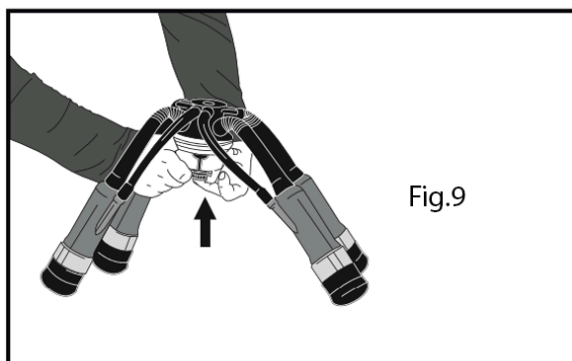

Fig.9
8.10 Apoi, conectați paharele cu mansoanele la tetinele de la uger pe rând (Fig. 9), dar nu faceți nicio mișcare de rotație, deoarece aceasta va scurta pulsația și va reduce fluxul de lapte.